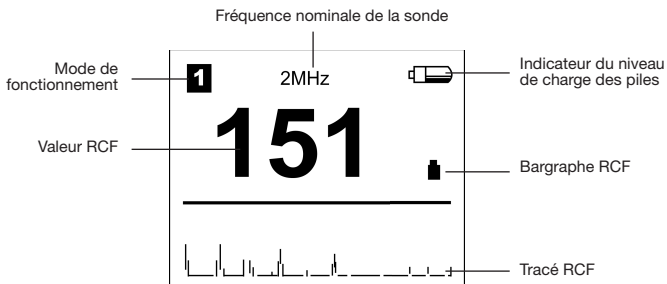

Fig. 3-4 Écran d'affichage LCD
1. Allumer l'appareil en appuyant sur le bouton d'allumage. L'écran LCD s'affiche comme indiqué dans la Fig.3-4.